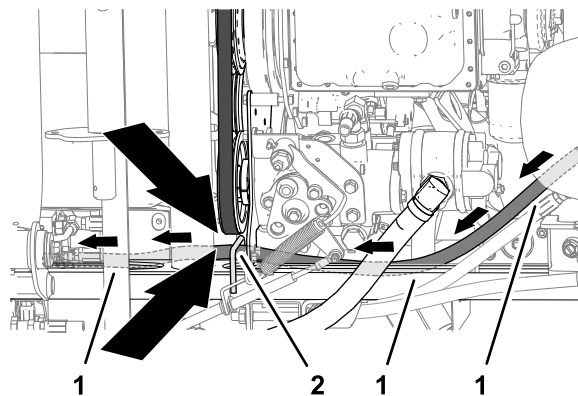

Figura 49
2. Posate il flessibile lungo la canalina del telaio verso la console di controllo (Figura 49).